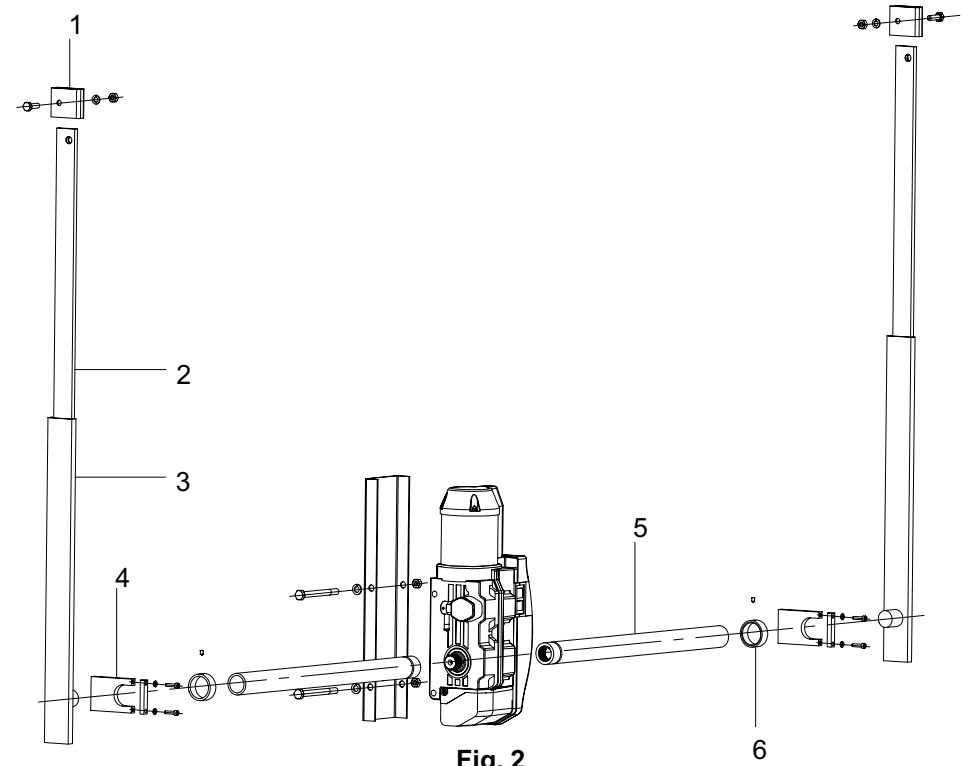

Fig. 2
## ELEMENTOS PARA EL MONTAJE (Fig. 2)
- 2) Pasar un anillo [Fig. 2(6)] en el brazo de transmisión, que momentáneamente quedará libre entre el motor y la retina de sujeción del brazo.
- 8) Montaremos el tubo en el soporte mediante el tornillo suministrado y cortar el tozo sobrante del telescópico interior. A continuación fijaremos la dola [Fig. 2(6)] al dintel de la retina [Fig. 2(4)] para impedir el movimiento transversal del brazo de transmisión.